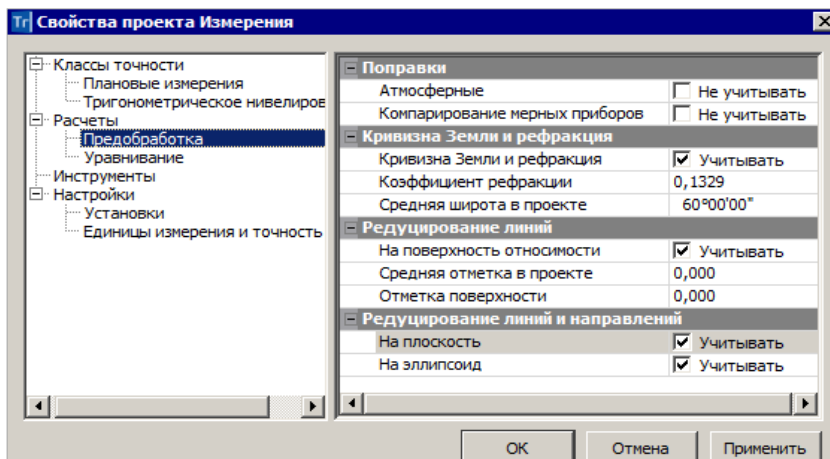

Рис. 6.5
Перед началом выполнения обработки измерений необходимо установить нужные поправки в группе параметров **Предобработка** (рис. 6.5).
- Поправка **Редуцирование линии на поверхность относимости** применяется, если отсчетная высотная поверхность проекта не совпадает с поверхностью геоида. При этом значение *средней отметки в проекте* и значение *отметки поверхности относимости*, которые редактируются в соответствующих параметрах предобработки (рис. 6.5), используются программой только тогда, когда в сети нет высотных измерений и отметки пунктов неизвестны.
1. Редуцирование линий на уровень моря рассчитывается от средней нормальной отметки измеренной линии на основании предварительно рассчитанных высот точек начала и конца линии или от величины *средней отметки в проекте* (рис. 6.5), если в проекте нет отметок точек. Поправка применяется к линиям, приведенным на горизонт, и участвует при расчете редуцирования линий. Данную поправку надо учитывать в случаях, если она не была учтена в приборе, через установку флажка для параметра **На эллипсоид** (рис. 6.5).